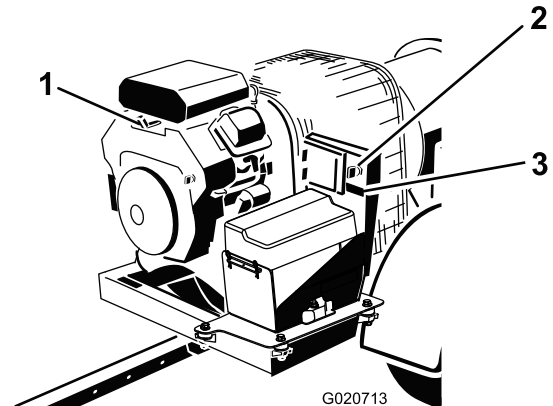

Bild 11
3. Drehen Sie den Zündschlüssel auf die START-Stellung und lassen Sie ihn schnell auf die Ein-Stellung gehen (Bild 11). Der Empfänger wird aktiviert.
4. Drehen Sie den Schlüssel beim Verlassen der Maschine in die OFF-Stellung und ziehen Sie ihn ab (Bild 11).